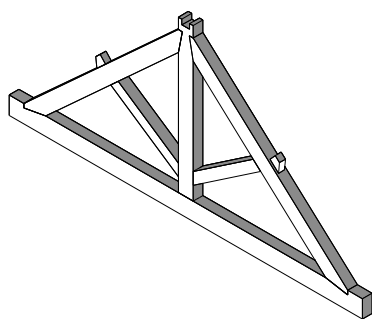
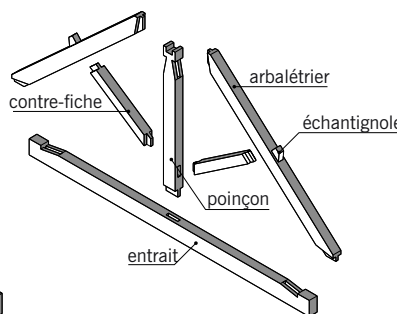

fig. 5.3
fig. 5.4
■ La **ferme** (fig. 5.3) : ouvrage, le plus souvent de forme triangulaire, constitué de pièces assemblées. La ferme porte les *pannes*, les *chevrons* et les matériaux de couverture. Les éléments constitutifs d'une ferme courante sont (fig. 5.4) :
■ L'**échantignole** ou **chantignole** (fig. 5.4) : cale prismatique en bois clouée sur l'arbalétrier et dont le rôle est de soutenir les pannes intermédiaires.